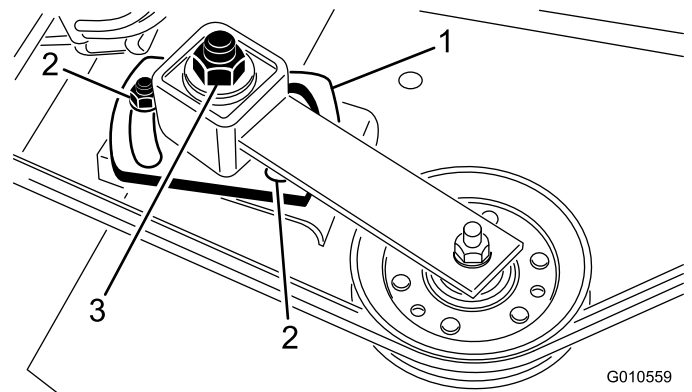

Figura 30
6. Usando una llave dinamométrica con llave de tubo, apriete la tuerca de ajuste de la polea tensora a 47–54 Nm (Figura 30).